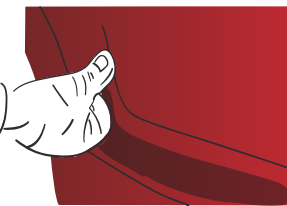

Abbildung 10
- › Auf 40 °C bis 50 °C erhitzen und mit dem Daumen in die Vertiefung gleiten, um die Klebefolie fest anzudrücken. (Abb. 10)